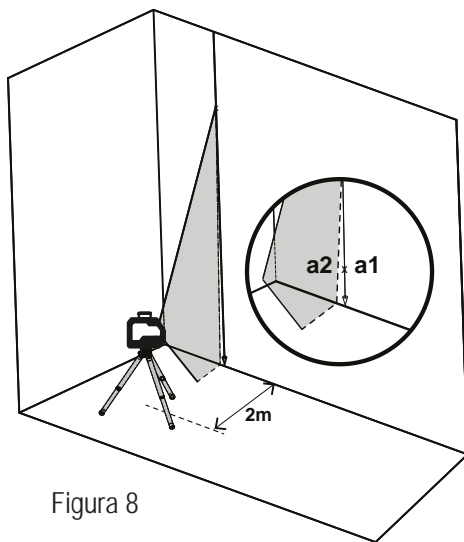

Figura 8
6. Marque el punto **a2** en la pared, en el medio del rayo vertical a la misma altura de **a1**. (ver la figura 8).